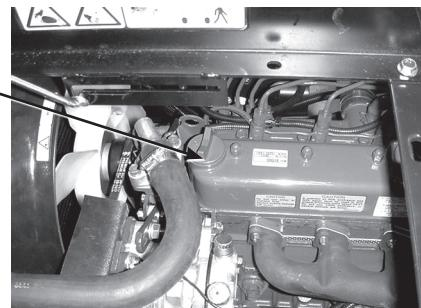

図34
- オイルを補給口のキャップを取り、所要量の約80%のオイルを補給口(図34)から入れる。